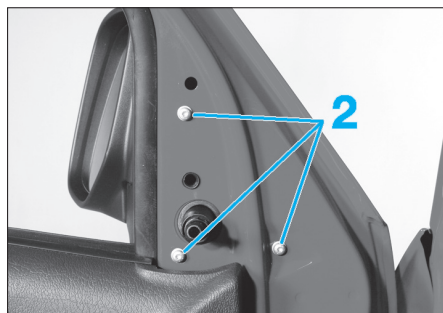

FIG. 41
- les 3 vis de fixation (2) (Fig.41).